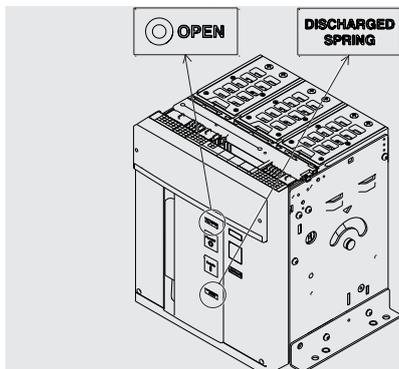

Figura 25
1. Controllare che l'interruttore sia aperto (segnalatore aperto/chiuso "O - OPEN"), e controllare che le molle siano scariche (segnalatore molle "bianco - DISCHARGED SPRING") come indicato in Figura 25.